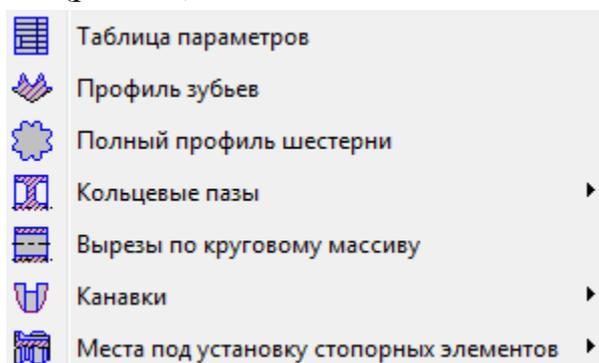

Рисунок 11 - Группа команда дополнительных элементов шестерни
- нажать кнопку  **дополнительные построения** на инструментальной панели (рис. 11)